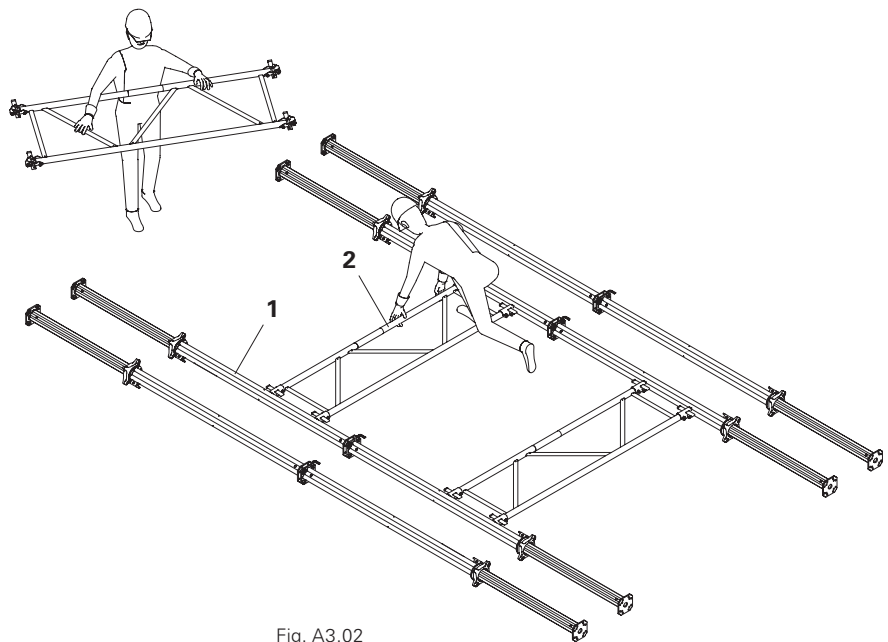

Fig. A3.02
1. Collegare tra loro i MULTIPROP MP (1).
2. Montare i telai MP MRK (2). Il telaio più grande va sul pavimento. (Fig. A3.02)